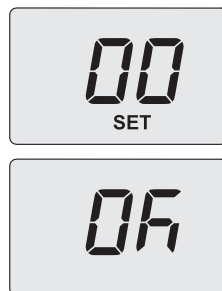

Figura 8.6
Sul display compare la scritta **"SET"** (Figura 8.6).
- Premendo il tasto 14 (Figura 8.3) si ottiene la conferma del valore inserito. Sul display appare per 3 sec. la scritta **"Ok"** (Figura 8.6), per poi visualizzare la lista dei parametri.